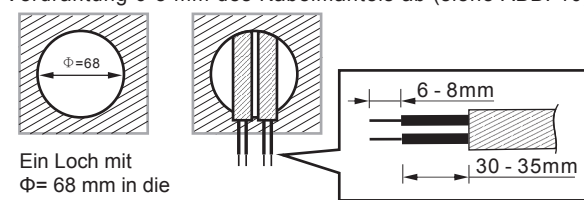

ABB. 10
- 3.3.2.1 Bohren Sie zur Montage des Sensors ein Loch mit einem Durchmesser von 68 mm in die Deckenplatte und führen Sie das Stromkabel heraus. Isolieren Sie für die Verdrahtung 6-8 mm des Kabelmantels ab (siehe ABB. 10).